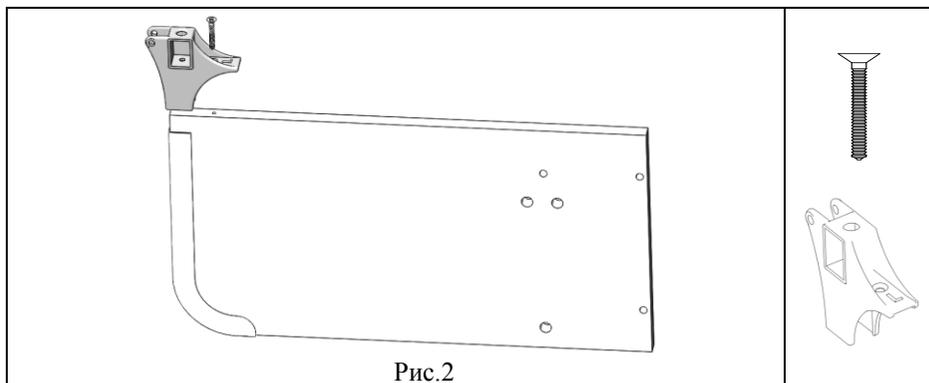

Рис.2
5.1.1.2. К сборке по п. 5.1.1.1 установить СУТ.41.141. Основание шарнира левое (поз.1, пакет № 145а) и закрепить при помощи винта самонарезающего (поз.7, пакет №162), см. рис.2.